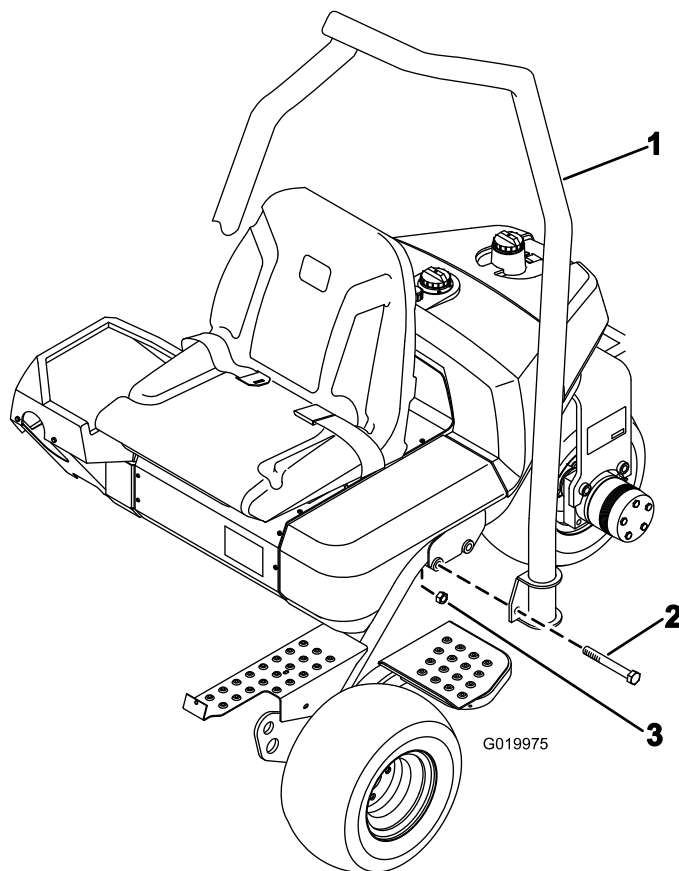

Figura 7
1. Disponete il roll-bar in modo che l'estremità del tubo sia curvato verso la parte anteriore della macchina (Figura 7).
2. Abbassate il roll-bar sul telaio, allineandolo con i fori di montaggio (Figura 7).
3. Fissate ogni lato del roll-bar al telaio con 2 bulloni ($\frac{5}{8}$ " x $4\frac{1}{2}$ ") e dadi di bloccaggio come mostrato in Figura 7.